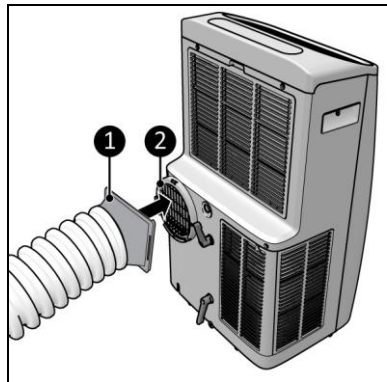

Abbildung 12
6. Verbinden Sie den Schlauchanschluss (Abbildung 12, Pos. 1) mit dem Heißluftauslass des Gerätes (Abbildung 12, Pos. 2)